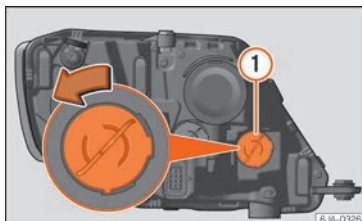

Fig. 94 Cambio de lámpara para la luz intermitente.
- Gire el portalámparas » **fig. 94** ① en sentido antihorario y retírelo.